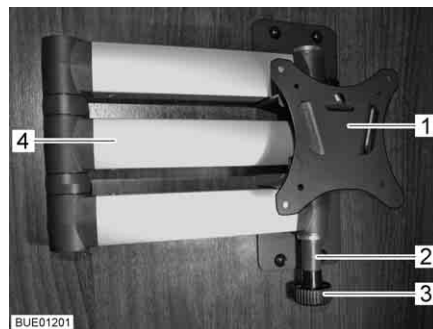

Fig. 67 Suporte com braço articulado
- Puxe botão de destravamento (Fig. 67,3). O braço articulado (Fig. 67,4) está destravado.
- Rode o ecrã plano para trás, para a posição inicial, até o suporte (Fig. 67,1) encaixar no dispositivo de bloqueio (Fig. 67,2).